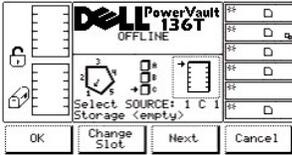

図 14. Status > Library > Slot > Change Slot ダイアログ
- 1 Next ソフトキーの下にあるボタンを選択すると、現在のソースパラメータはマガジンからスロットへ変わり、スロット変更ダイアログが表示されます。図 14 を参照してください。